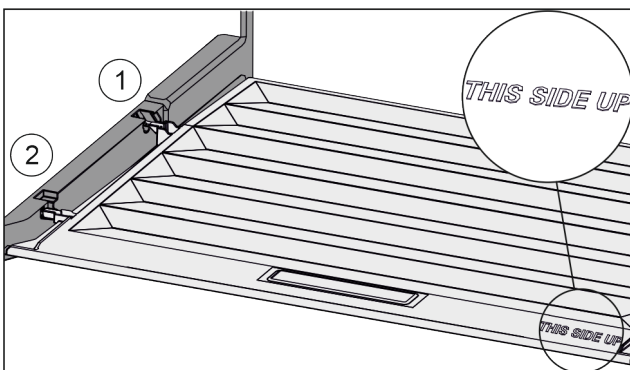

Fig. 148
- ▶ Вставить поперечные ребра крышки через отверстие заднего держателя Fig. 148 (1) и защелкнуть спереди в держателе Fig. 148 (2).